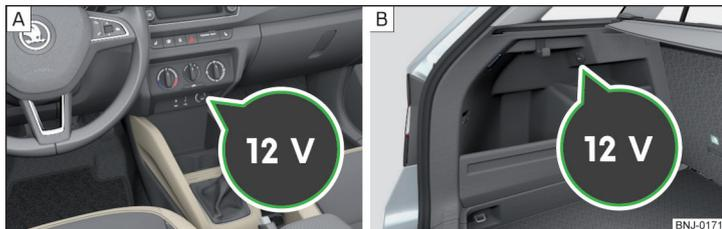

Fig. 71 Prise 12 volts : dans la partie centrale du tableau de bord / dans le coffre à bagages
Emplacements des prises 12 volts » fig. 71
- Retirez le cache de la prise » fig. 71 - **A** ou ouvrez le cache de la prise » fig. 71 - **B**.